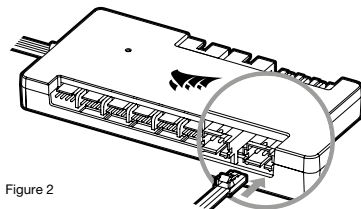

Figure 2
2. Insert the RGB connector in a CORSAIR iCUE Commander PRO / CORE XT port or Lighting Node PRO port. (Figure 2).
2. Insérez la connexion RGB dans le port d'un CORSAIR iCUE Commander PRO / CORE XT ou d'un Lighting Node PRO (Figure 2).
2. Stecken Sie den RGB-Stecker in einen CORSAIR iCUE Commander PRO / CORE XT-Port oder Lighting Node PRO-Port (Abbildung 2).